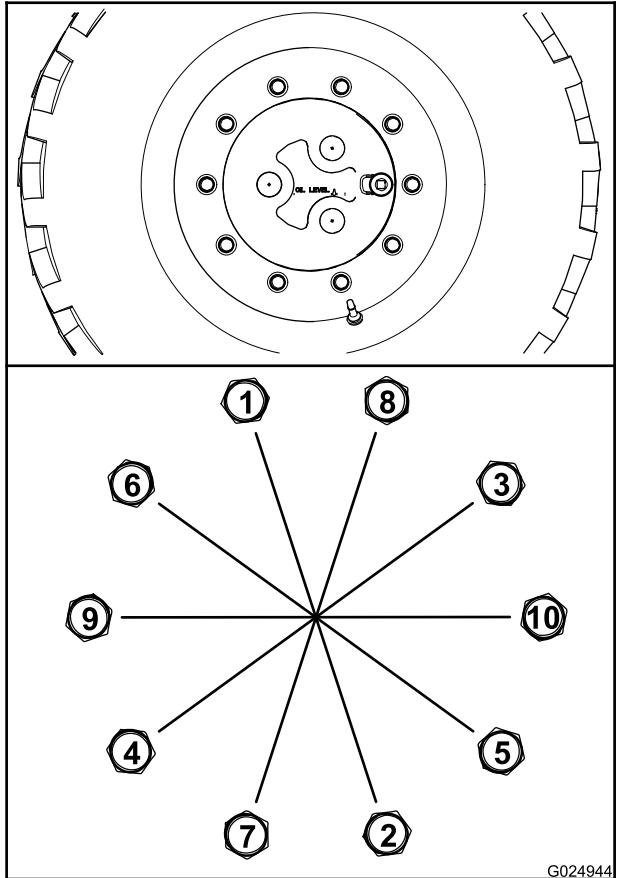

Figura 83
- Aperte todas as porcas com torque de 100 Nm (75 pés-lb) na sequência mostrada na Figura 83.
- Aperte todas as porcas com torque de 200 Nm (150 pés-lb) na sequência mostrada na Figura 83.
- Aperte todas as porcas com torque de 300 Nm (225 pés-lb) na sequência mostrada na Figura 83.